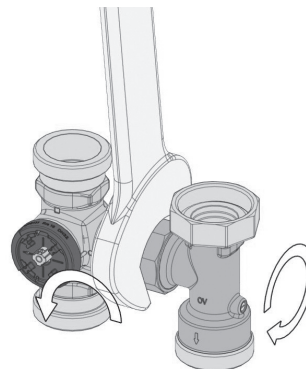

Рис. 16
2. Узел трехходового смесителя повернуть на 180°. Затем повернуть тройник на 180°. Затянуть накидную гайку с усилием 150 Нм. (рис. 16).